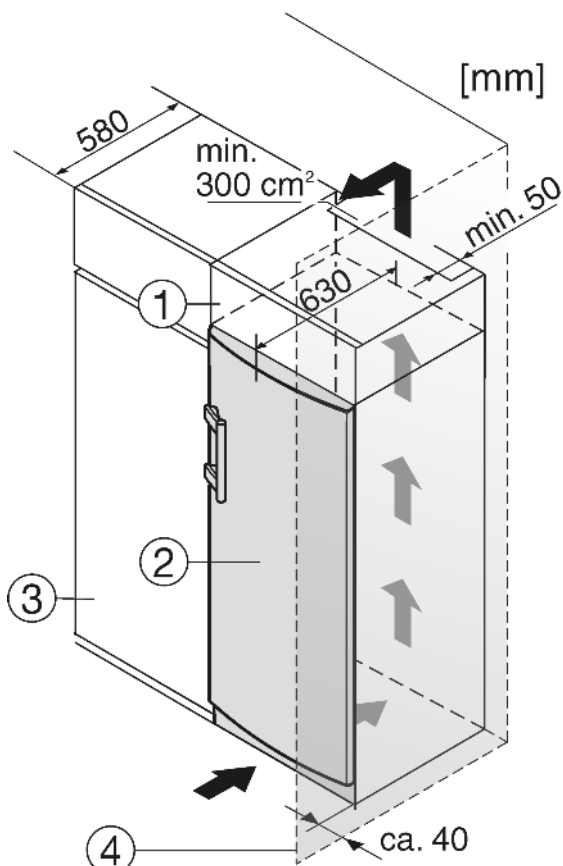

Fig. 8
- (1) Шкаф-пристройка (3) Кухненски шкаф
(2) Уред (4) Стена
Уредът може да е обграден с кухненски шкафове. За да изравните височината на уреда Fig. 8 (2) с височината на вградената кухня, над уреда може да се постави шкаф-пристройка Fig. 8 (1).
При вграждане с кухненски шкафове (дълбочина макс. 580 mm) уредът може да се постави директно до кухненския шкаф Fig. 8 (3). Вратата на уреда излиза 34 mm настрана, а в средата на уреда 50 mm пред кухненския шкаф. По този начин вратата може да се отваря и затваря безпроблемно.
Когато уредът се постави с шарнири близо до стена Fig. 8 (4), разстоянието между уреда и стената трябва да бъде поне 40 mm. Това е разстоянието, на което дръжките излизат напред при отворена врата.